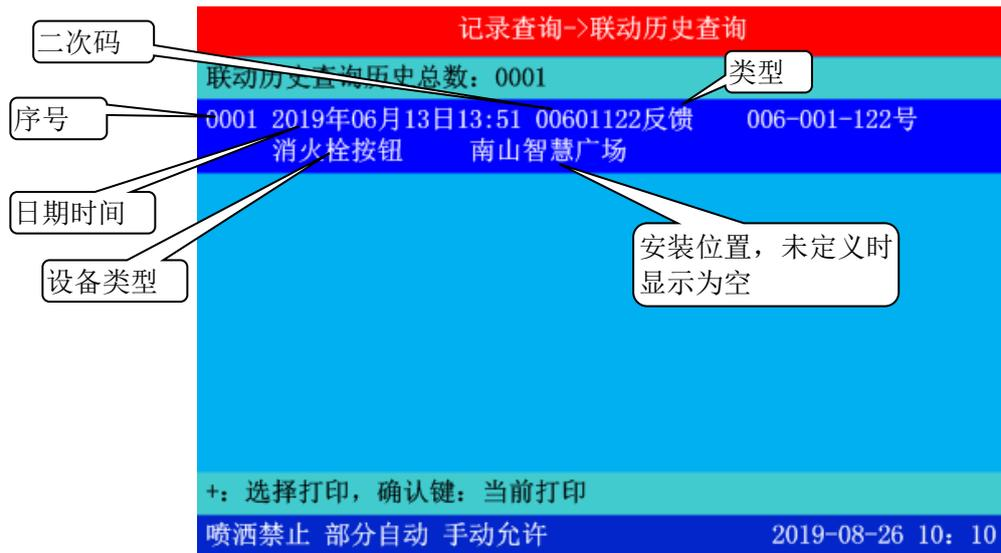

图 4-11
进入记录查询菜单, 如图 4-10 所示, 选项①-④为历史记录选项, 分别是: 火警历史记录、联动历史记录、故障历史记录和其它历史记录。各容量均达 999 条。选中条目后将出现各自的显示界面, 其界面相同, 均含有“记录总数、编号、二次码、类型、时间”五项内容, 只不过类型的具体含义各有不同(见图 4-11 所示)。